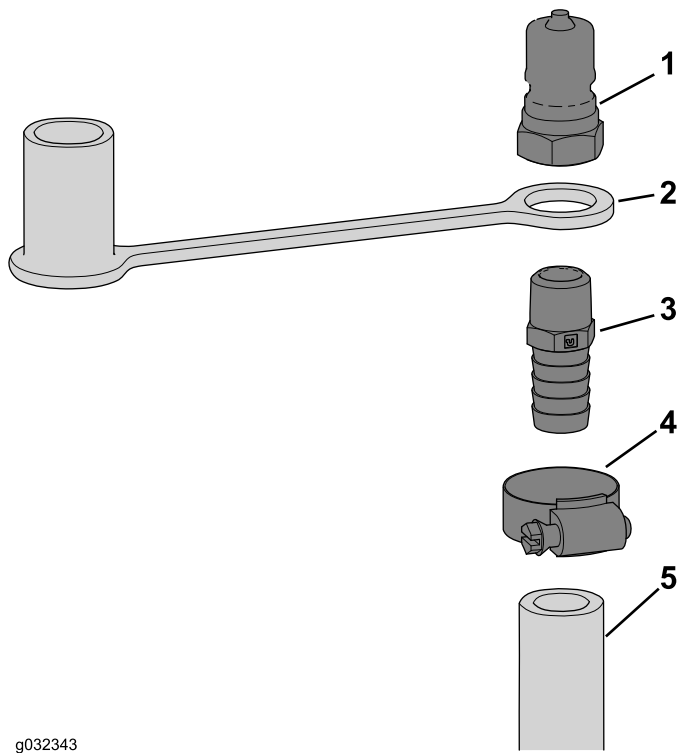

Bild 16
- Schieben Sie den Staubdeckel über das Gewindeende des geraden Anschlussstückes, wie in Bild 16 abgebildet.
- Schrauben Sie das gerade Anschlussstück in die Steckerkupplung (Bild 16).
- Schieben Sie eine Schlauchklemme auf den Schlauch (Bild 16).
- Stecken Sie das gezahnte Ende des Teils in den Schlauch und befestigen es mit der Schlauchklemme, wie in Bild 16 abgebildet.